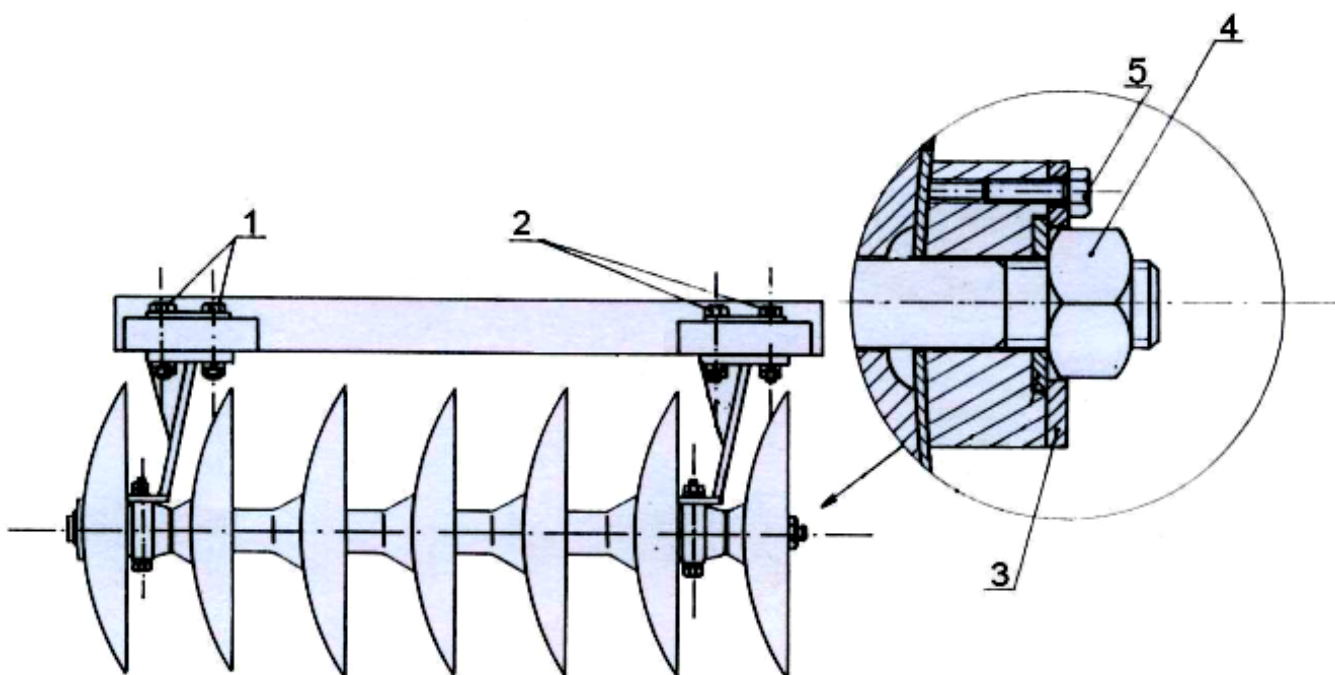

Рисунок 27.
- Отвинтить болт (5) (рис. 27).
- Снять шайбу (3).
- Ослабить 4 болта (2) (оставив 4 болта (1) затянутыми).